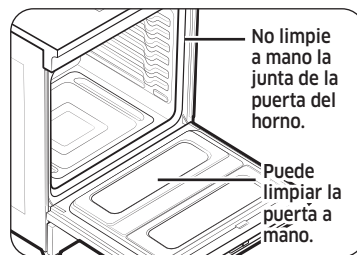

Imagen 2
- No limpie la junta. El material de fibra de vidrio de la junta de la puerta del horno no resiste la abrasión. Es fundamental que la junta permanezca intacta. Si nota que se está desgastando o deteriorando, debe reemplazarla. (Fig. 2)